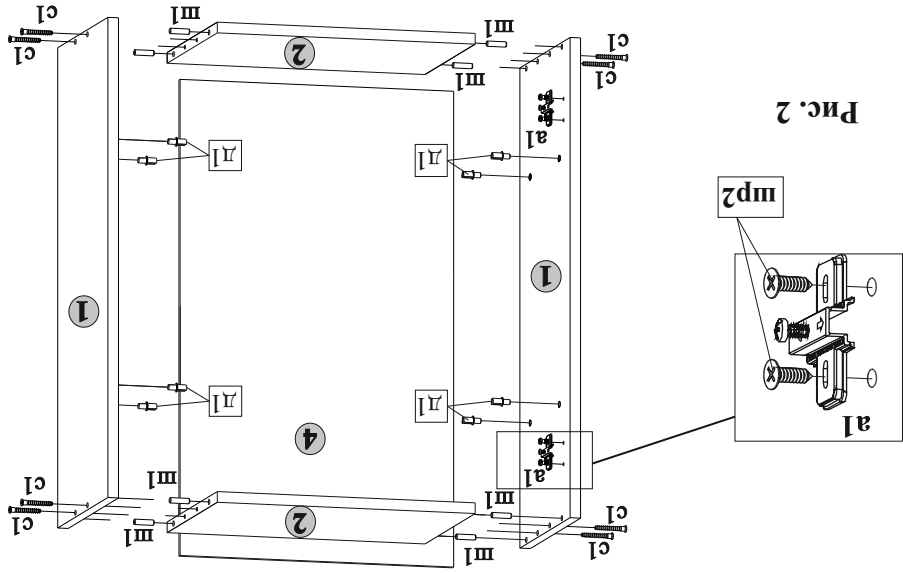

Рис. 2
5.2. В отверстиях диаметром 8 мм на торцевых кромках плит 2 вставить шканты Ш1 (рис.2). **ВНИМАНИЕ:** если шкант выстучивает из отверстия более чем на 10 мм, его необходимо укоротить.
5.3. На внутреннюю поверхность *одной* из боковых стенок 1 закрепить направляющую петель *а1* с помощью шурупов ШР2 и крестообразной отвертки, установить держатели для сушилок (рис.2).